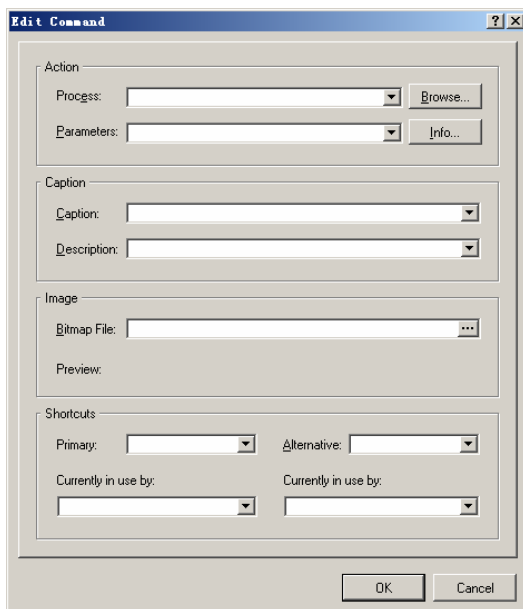

图 1.41 “Edit Command”对话框
(2) 在“Customizing PickATask Editor”对话框中单击“Commands”选项卡中的“New”按钮，打开如图 1.41 所示的“Edit Command”对话框。